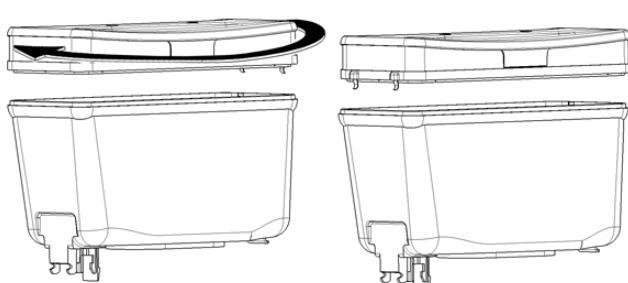

Bild 2
- 1** Drehen Sie den Behälterdeckel um 180°, um das Licht auszuschalten.(Bild 2)